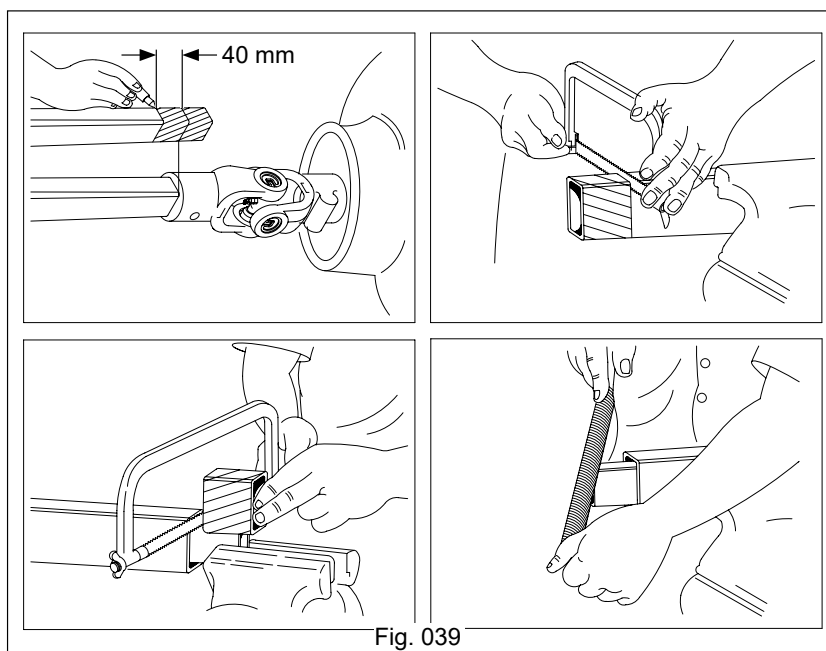

Fig. 039
- 4 - Retirar todas as pontas e rebarbas, engraxar os perfis deslizantes. Nenhuma outra mudança poderá ser aplicada ao eixo cardan e a proteção. (Fig. 039)